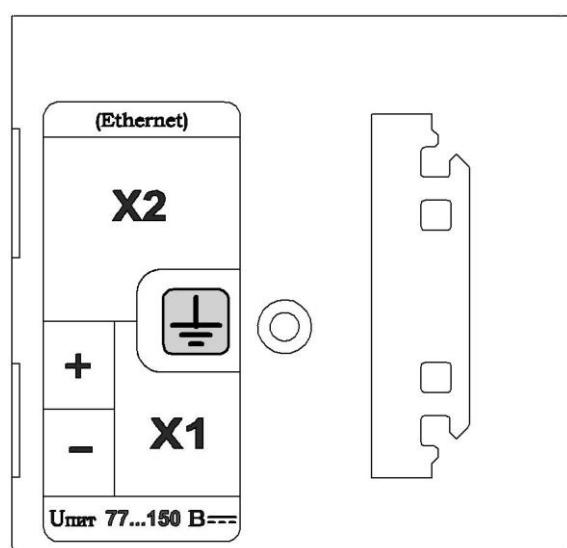

Рис.2 Отсек присоединительных разъемов
Разъем питания - X1, разъем сети Ethernet- X2 и элемент заземления, расположены в нише на задней стороне панели (см. рис.2).
4.3.3 Подключение заземления к панели осуществляется через винт M4, расположенный в отсеке разъемов (см. рис.2).